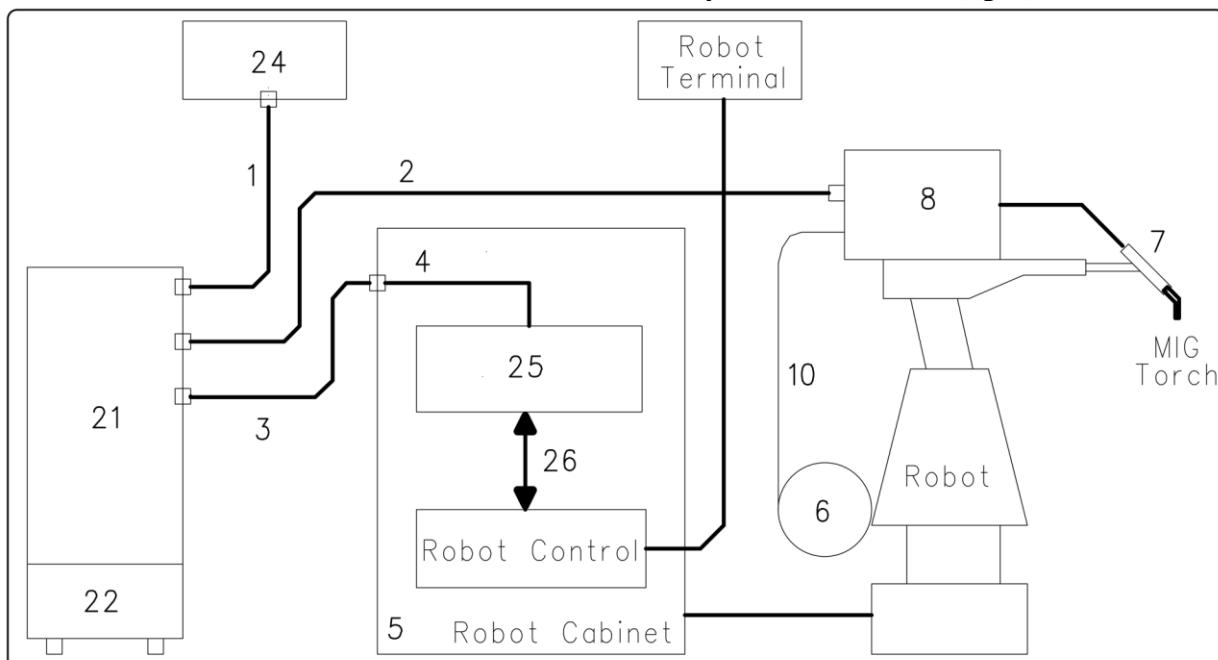

fig. 3
Conectar el Panel de Control (24) al Generador (21) mediante el cable de conexión (1) (fig. 3).
El Sistema de Soldadura SOUND MIG ROBOT PULSE Cebora es un sistema multiprocesador idóneo para la soldadura MIG/MAG pulsado sinérgico, MIG/MAG no pulsado sinérgico, MIG/MAG convencional, realizado para ser acoplado a un brazo Robot Soldante, en instalaciones de soldadura automatizadas. Está compuesto por un Generador, equipado eventualmente con un Grupo de Enfriamiento, de un Carro Arrastrahilo, un Panel de Control y una Interfaz Robot (fig. 3).